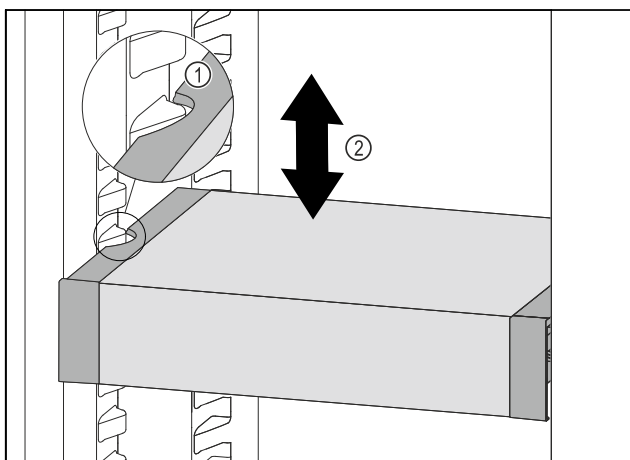

Fig. 139
- VarioSafe vucite prema naprijed sve dok se bočni otvori VarioSafe ladice ne nađu na visini žlijeba spremnika u hladnjaku. *Fig. 139 (1)*
- Pomičite ladicu VarioSafe u hladnjaku prema gore ili dolje sve dok ne dosegnete željenu visinu. *Fig. 139 (2)*